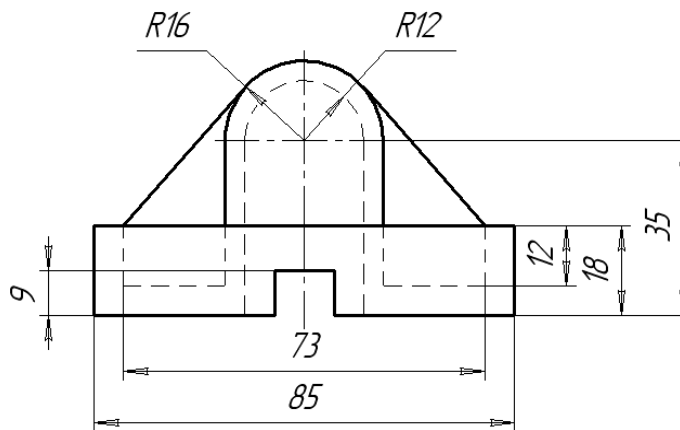

Рис.4. Команда «Зеркальное отражение»
7. Выполнить чертеж, используя команду «Зеркальное отражение» (рис.4,5)